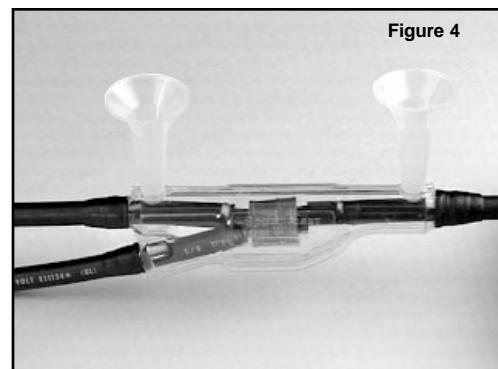

Figure 4
- 5.2 Insérer les becs verseurs dans les orifices prévus à cet effet. (Voir la figure 4.)